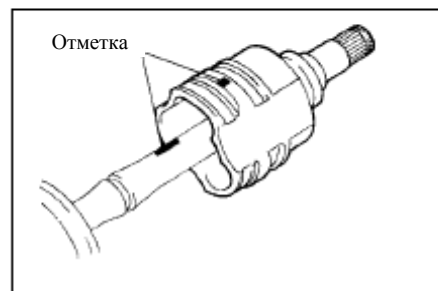

Рис. 141
- (6) Расположив детали в соответствии с метками установите обойму ШРУСа на трипод.(рис. 141)